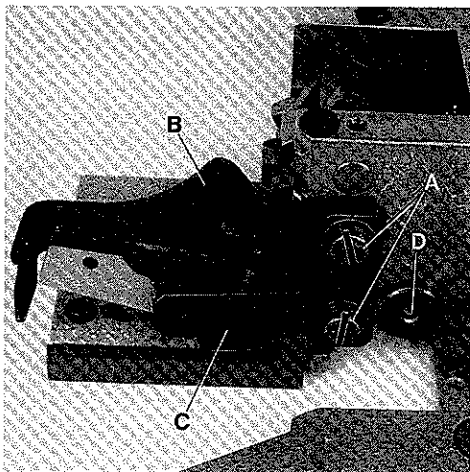
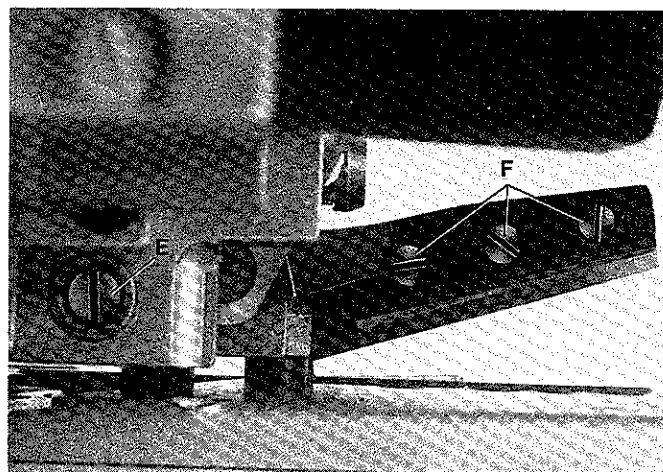
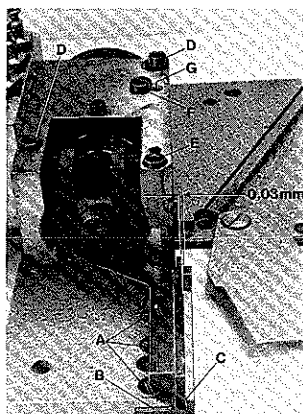

Fig.63
Fig.64
Fig. 66
Loosen screws (A, Fig. 63) and remove the two finger guards (B and C). Loosen screw (D, Figs. 63 and 65) and turn screw (E, Figs. 64 and 65) a few revolutions counterclockwise until the pressure of upper knife against lower knife is released. Remove the three knife fastening screws (A, Fig. 66) and replace the lower knife. The cutting edge of lower knife should be flush with the top surface of cloth plate. When assembling a new lower knife two shims (B, Fig. 66) each 0,4 mm (1/64 in.) thick, have to be placed between lower knife and cloth plate. When assembling a resharpened knife one or both shims have to be removed, according to the stock removed while grinding, in order to have the lower knife cutting edge flush with cloth plate top surface. Tighten knife fastening screws.
Release pressure of upper knife against lower knife as described in paragraph "REPLACING THE LOWER KNIFE". Remove the three upper knife fastening screws (F, Fig. 64) and replace the upper knife.
Lösen Sie die Schrauben (A, Fig. 63) und entfernen Sie die beiden Fingerschutzteile (B und C). Lösen Sie die Schraube (D, Fig. 63 und 65) und drehen die Schraube (E, Fig. 64 und 65) einigemal im Gegenuhreigerinn bis das Obermesser nicht mehr gegen das Untermesser drückt. Entfernen Sie die drei Messerbefestigungsschrauben (A, Fig. 66) und tauschen Sie das Untermesser aus. Die Schneide des Untermessers muß auf gleicher Höhe mit der Stoffplattenoberfläche stehen. Beim Einbau eines neuen Untermessers werden zwei je 0,4 mm dicke Unterlegbleche (B, Fig. 66) zwischen Untermesser und Stoffplatte gelegt. Beim Einbau nachgeschärfter Messer müssen, entsprechend dem abgeschliffenen Material, ein oder beide Unterlegbleche entfernt werden, damit die Untermesserschneide auf gleicher Höhe mit der Stoffplattenoberfläche ist. Ziehen Sie die Messerbefestigungsschrauben an.
Nehmen Sie den Druck vom Obermesser wie im Absatz "AUSWECHSELN DES UNTERMESSERS" beschrieben. Entfernen Sie die drei Obermesser-Befestigungsschrauben (F, Fig. 64) und tauschen Sie das Obermesser aus.
Press upper knife lever with upper knife in its down position. Cutting edges of upper and lower knife should overlap approx. 0,5 mm (.020 in.) at the knife tips (C, Fig. 66). For this adjustment, the upper knife fastening screws (F, Fig. 64) can be relocated a little bit up or down in the holes of the upper knife lever.
Release pressure of upper knife against lower knife as described in paragraph "REPLACING THE LOWER KNIFE". Loosen screws (D, Fig. 66) slightly, and keep screw (E) securely tightened. Press upper knife lever in its down position.
Remove screw (F, Fig. 66) and rotate eccentric rod (G) so that the upper and lower knife contact each other at the knife tips (C), and at the lower knife pilot arises a distance of 0,03 mm (.0012 in.) (see Fig. 66).
Make sure that eccentric rod (G, Fig. 66) does not turn while tightening screws (D) and turning in screw (F).
Turn screw (E, Figs. 64 and 65) clockwise until the upper knife exerts a markable pressure against lower knife. Lock screw (E, Figs. 64 and 65) with screw (D) and make cutting tests with air pressure.
Drücken Sie den Obermesserhebel mit dem Obermesser in die untere Stellung. Ober- und Untermesser sollen sich an den Messerspitzen (C, Fig. 66) etwa 0,5 mm überlappen. Die Obermesser-Befestigungsschrauben (F, Fig. 64) lassen sich für diese Einstellung in den Bohrungen etwas nach oben oder unten verlagern.
Lösen Sie die Schrauben (D, Fig. 66) leicht, die Schraube (E) muß fest angezogen bleiben. Drücken Sie den Obermesserhebel in die unterste Stellung.
Entfernen Sie die Schraube (F, Fig. 66) und drehen Sie den Exzenterbolzen (G) so, daß sich Ober- und Untermesser an der Spitze (C) berühren und am Untermesser-Führungszapfen ein Abstand von etwa 0,03 mm entsteht (siehe Fig. 66).
Achten Sie darauf, daß sich der Exzenterbolzen (G, Fig. 66) beim Anziehen der Schrauben (D) und Einschrauben der Schraube (F) nicht verdreht.
Drehen Sie die Schraube (E, Fig. 64 und 65) im Uhrzeigersinn bis das Obermesser einen gut spürbaren Druck gegen das Untermesser ausübt. Kontern Sie die Schraube (E, Fig. 64 und 65) mit der Schraube (D) und machen Sie Schneidproben mit Druckluftantrieb.